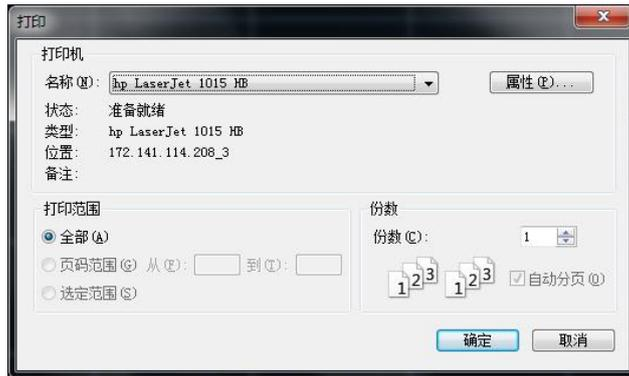

图 3.21 打印对话框
**步骤 1.** 按下前面板【打印】键，弹出“打印”设置对话框，如图 3.21 所示。